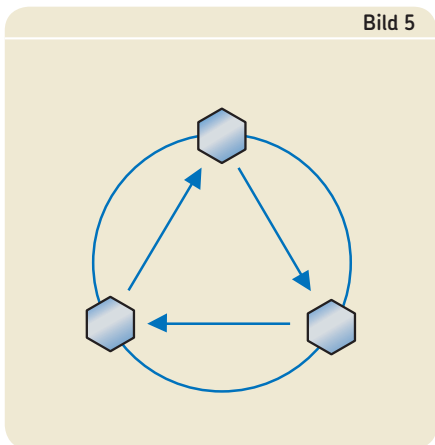
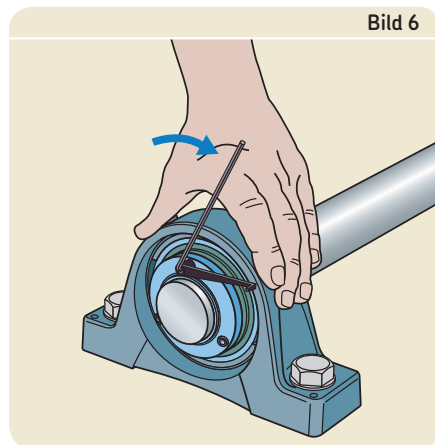

Bild 5
Bild 6
- 8 Schrauben festziehen. Dazu den Schlüssel an der langen Seite halten und die einzelnen Schrauben abwechselnd in zwei Schritten um jeweils 90 Grad drehen, d.h. insgesamt um 180 Grad (→ **Bild 5**). Zuletzt die Gewindestifte festziehen. Dabei mit dem Stift gegenüber dem Hülsenschlitz beginnen, bis die lange Seite des Inbus-Schlüssels den mitgelieferten Drehmomentanzeiger berührt (→ **Bild 6**) bzw. bis das in **Tabelle 2** empfohlene Drehmoment erreicht ist.